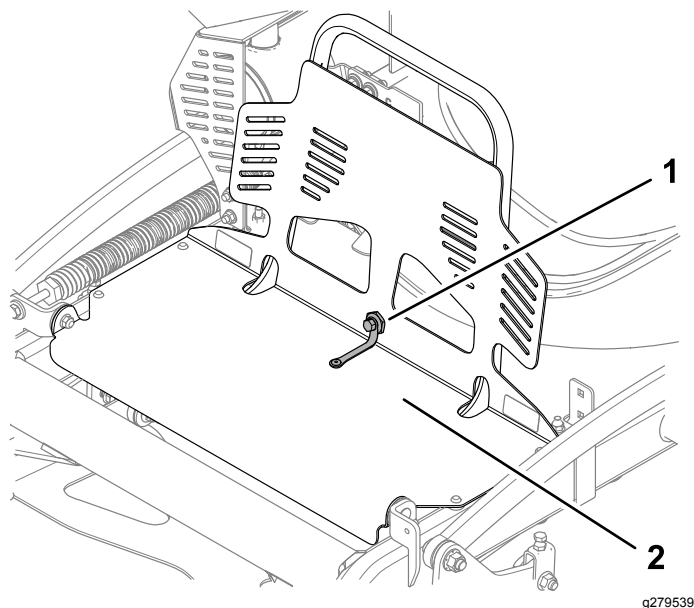

Figura 33
- Rimuovete il bullone e il dado di spallamento che fissano la protezione del motore alla prolunga della protezione (Figura 33).